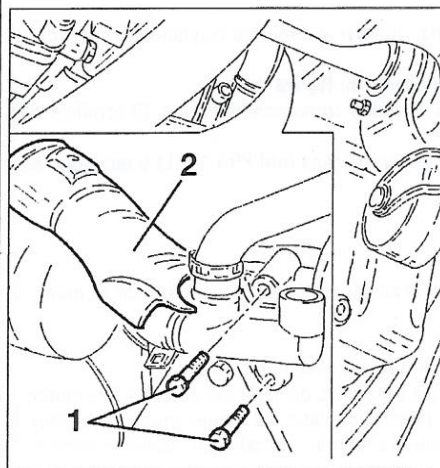

FIGURA 1-22
- Aflojar los tornillos de fijación (1) del tubo de alimentación unido a la bomba de agua y desmontar la protección del tubo (2) (**figura 1-22**).